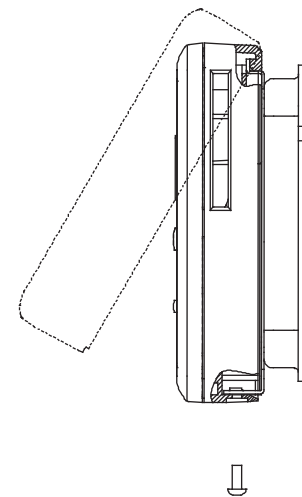

図17 取付プレートへの本体の差し込み
- ① 取付プレートを壁内のボックスカバー (JIS C8340 取付寸法83.5 mm使用 市販品) に付属のM4ねじで取り付けます。
- ② 対応するRF受信機の電源が投入されていることを確認します。
- ③ 本体の極性表示を確認して正しい方向に電池を2個入れます。
- ④ 周波数チャンネル、グループアドレスを設定します (このときの設定は、対応するRF受信機と合わせてください)。
- ⑤ RF受信機に2台のセンサ (ネオセンサワイヤレス温度/温湿度センサ、ネオパネルワイヤレスのいずれか) が接続される場合にはセンサを特定するためのセンサアドレスを設定します (このときの設定は“0”または“1”とし、センサごとに違うアドレスに設定してください)。
- ⑥ 取付プレートに本体を差し込みます (図17参照)。
- ⑦ 付属の本体取付M3ねじで取付プレートに固定します。